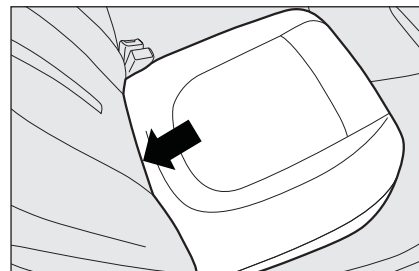

fig. 88
- ☐ pliegue hacia adelante el asiento deseado **fig. 88** accionando en el punto indicado por la flecha;